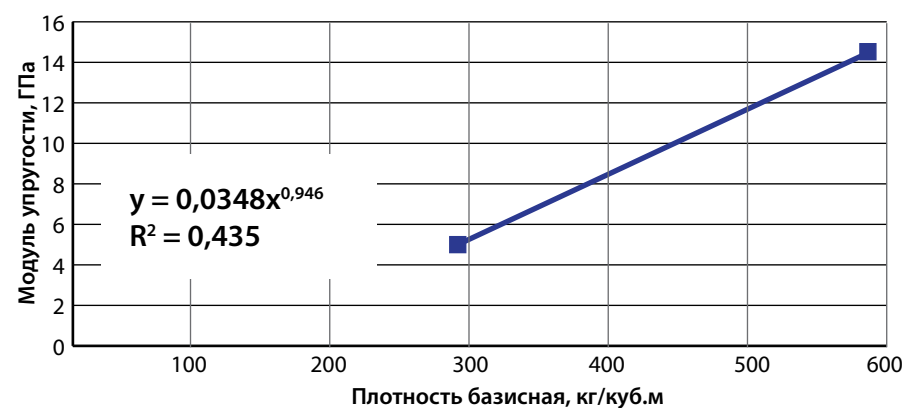

Рис. 5 Взаимосвязь плотности древесины хвойных пород США и Канады и модуля упругости при изгибе
5. Совсем иначе обстоит дело с взаимосвязью модуля упругости и плотности древесины (рис. 5).